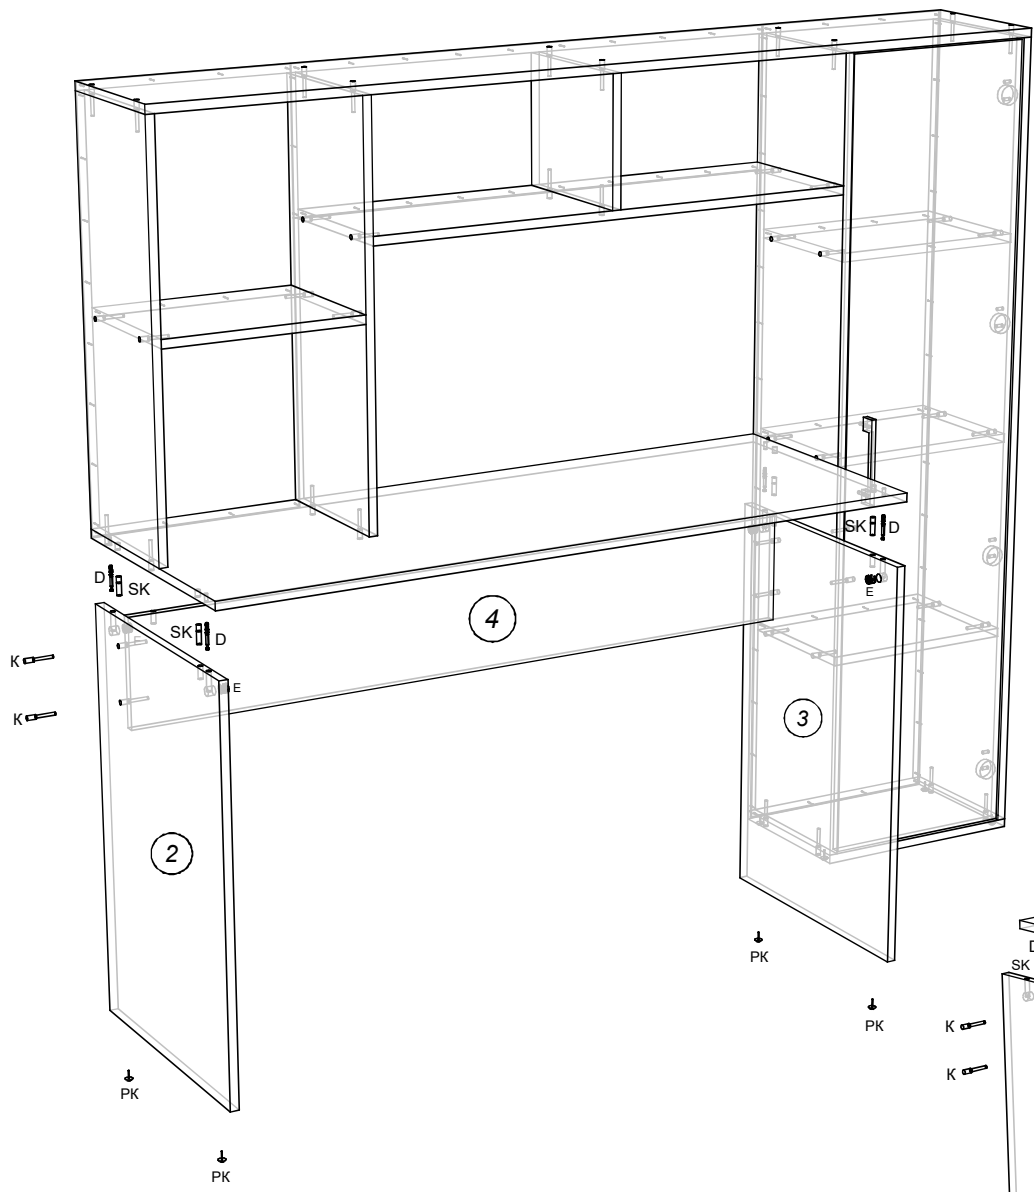

Рис. 2 Схема сборки стола.
2. Соединяем между собой опоры(поз. 2 и 3) и царгу(поз. 4). Собранный конструкцию присоединяем к крышке стола(поз. 1) как показано на рис. 2.